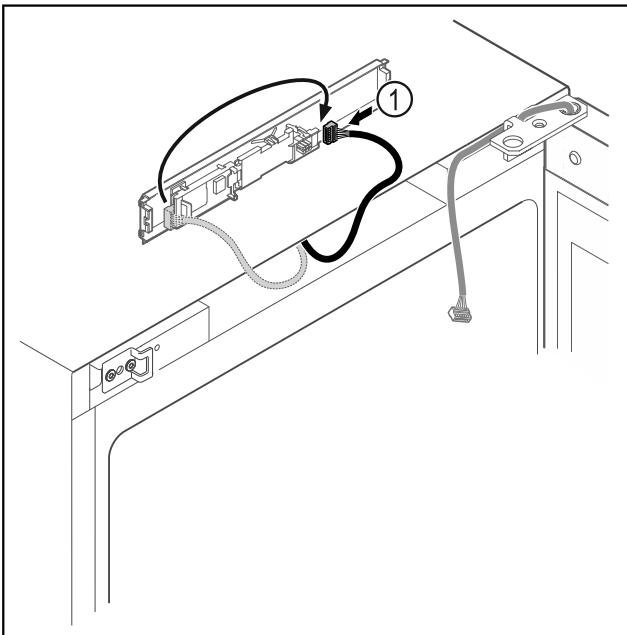

Fig. 8
► Stecker Fig. 8 (1) auf Platine umstecken.